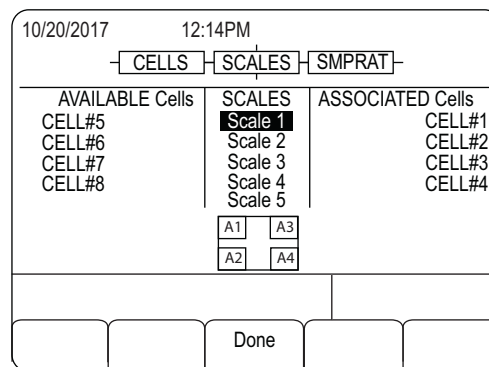

Figura 7. Celdas 5-8 añadidas a la báscula 1
2. Asegúrese de que todas las celdas DISPONIBLES están asignadas a la báscula correcta. Consulte la Figura 7 para conocer la disposición correcta de la pantalla.